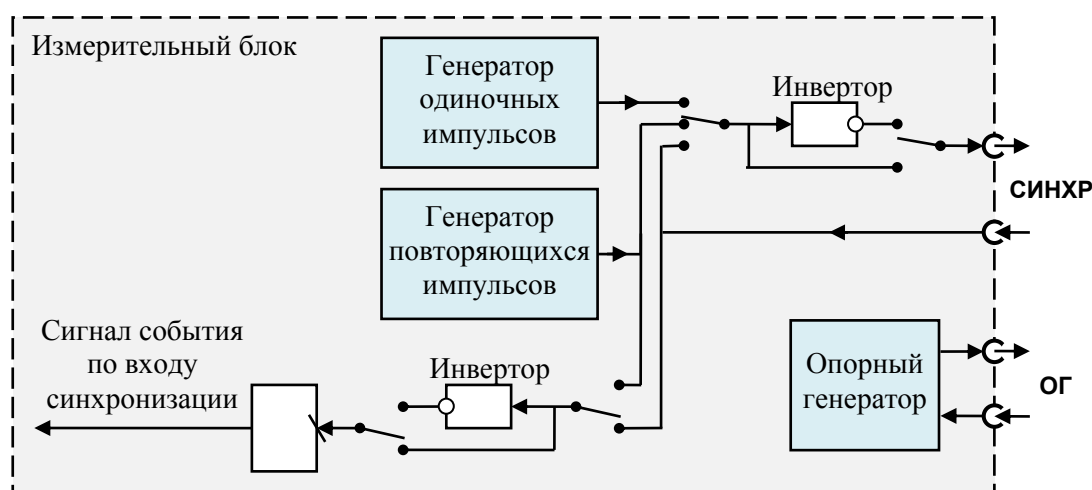

Рисунок 5.26 – Структурная схема системы синхронизации
**Вход синхронизации.** По фронту поступившего на вход синхроимпульса фиксируется «Событие по входу синхронизации» (рисунок 5.26). Включение тумблера «Инверсия синхровхода» позволит фиксировать событие по спаду синхроимпульса. Реакция измерительного блока на «Событие по входу синхронизации» задаётся в поле со списком «Синхровход»: